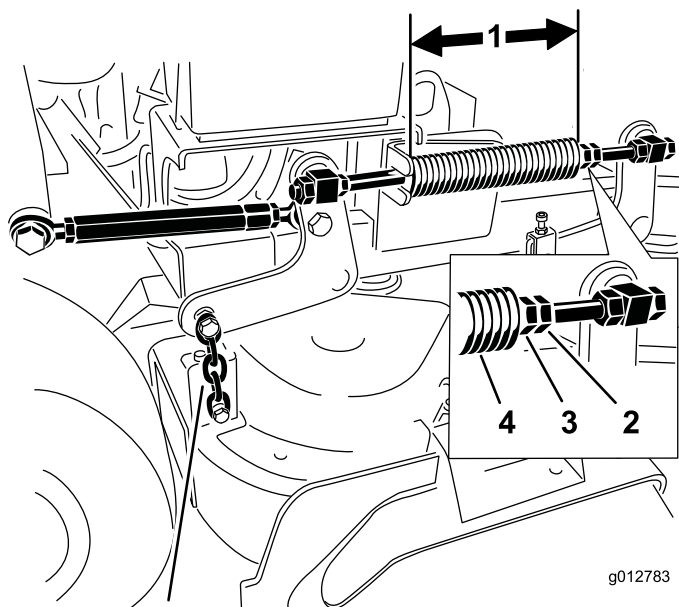

Figure 86
2. Vérifiez la longueur du ressort de compression. La longueur nominale est de 28,2 cm (11-1/8 po) pour les tabliers de coupe de 36 pouces et de 25,7 cm (10-1/8 po) pour les tabliers de coupe de 102 cm (40 po) (Figure 86).
3. Réglez cette distance en desserrant l'écrou de blocage du ressort et en tournant l'écrou devant chaque ressort (Figure 86).
4. Bloquez l'écrou en position en serrant l'écrou de blocage du ressort (Figure 86).